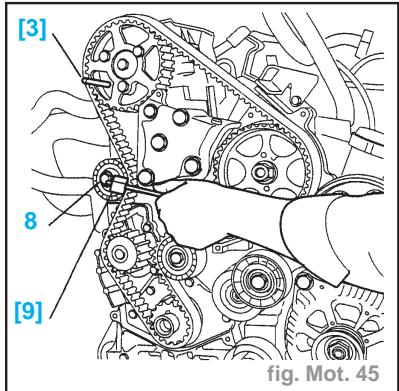

fig. Mot. 45
- le pontet (4)
- la butée (5)
- les carters (6) de distribution
- Déposer le support moteur droit (7).
- Piger la poulie d'arbre à cames à l'aide de l'outil [3] (-).188-M (fig. Mot. 45).
- Desserrer la fixation du galet tendeur (8).